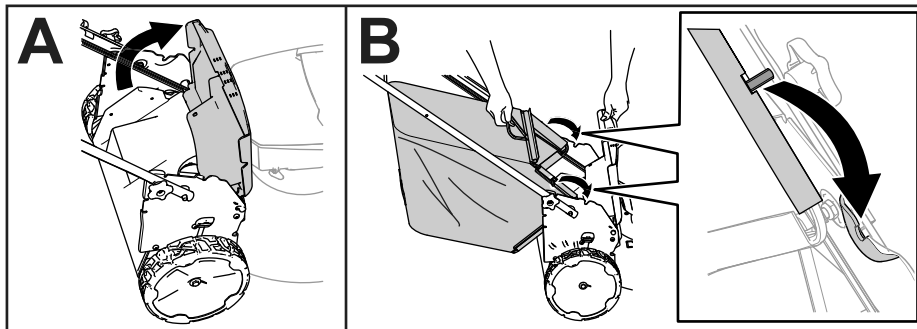

Bild 12
1. Heben Sie das hintere Ablenkblech an (A in Bild 12).
2. Setzen Sie die Stangenenden des Fangkorbs in die Kerben an den Holmhalterungen (B in Bild 12).